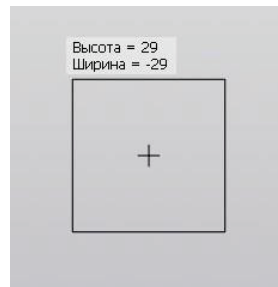

Рисунок 1.28 – Способ (б)
- б) центра размещения прямоугольника и вершины в режиме «Прямоугольник по центру и вершине» (рисунок 1.28).